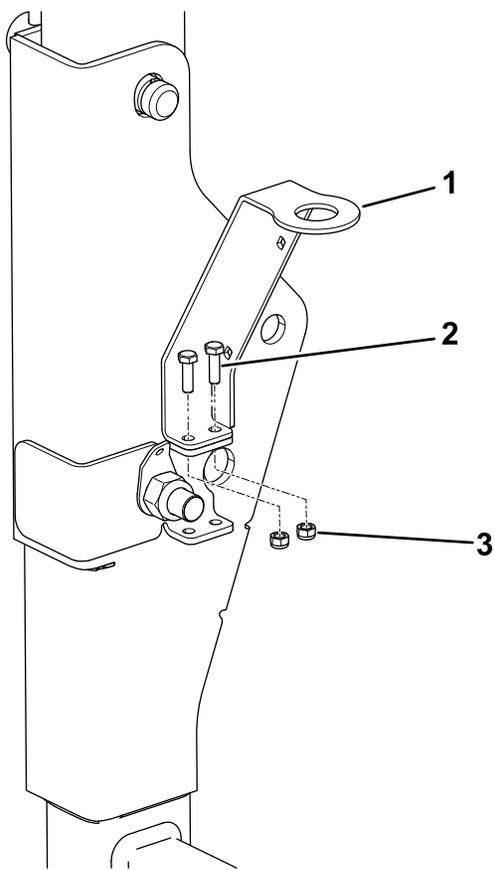

図 10
5. ビーコンブラケットの小さな穴をROPSブラケットの上部の穴に合わせて (図 10)、(M6 x 20 mm) 2本とロックナット (M6) 2個でブラケットを固定する。